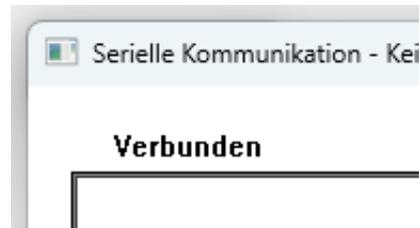

Abbildung 22: Aktive serielle Verbindung
- Im Ereignisfeld sollte „Verbunden“ angezeigt werden (Abbildung 22).
- Im Ereignisfeld sollte Verbunden angezeigt werden (Abbildung 22).